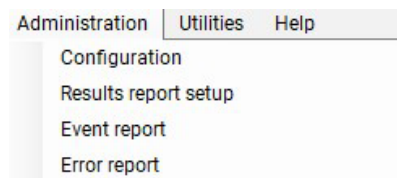

Figure 87 Menu Administration
- 1 Dans le menu déroulant **Administration**, sélectionnez **Results report setup** (Configuration du rapport des résultats) (**Figure 87**).